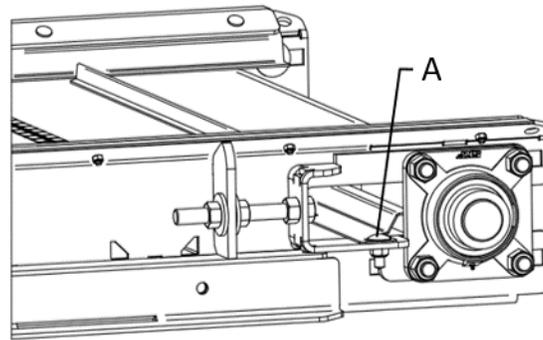

Figure 68 — Réglage du racloir du convoyeur
1. Desserrez les boulons situés de chaque côté du convoyeur (Figure 68, repère A).
3. Resserrez les boulons (Figure 68, repère A).